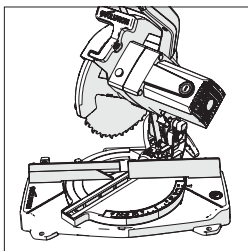

Rys. 18
- Należy wcisnąć dźwignię blokady dolnej osłony, aby zwolnić głowicę tnącą (**Rys. 18**).